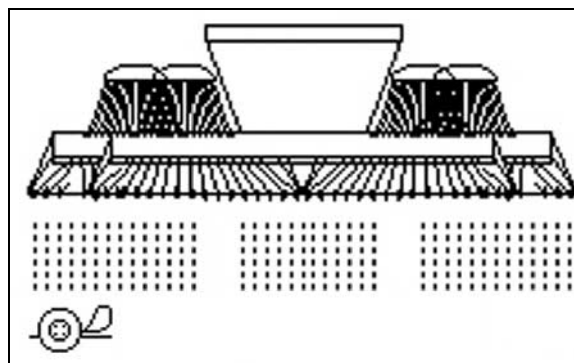

Рис. 60
1.  Выберите дисковое звено (Рис. 60).